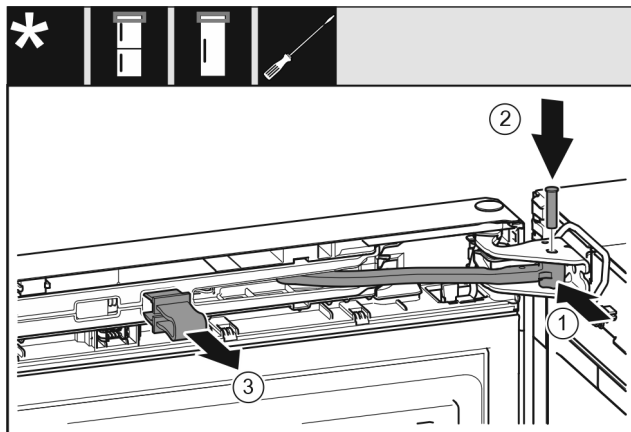

Fig. 66
- ▶ Zavrtite zgibni del *Fig. 66 (1)* v ležajnem podstavku.
- ▶ Vstavite sornik *Fig. 66 (2)* v ležajni podstavek in zgibni del. Pri tem pazite, da zaskočni zapah pravilno sedi v utoru.
- ▶ Snemite varovalo *Fig. 66 (3)*.